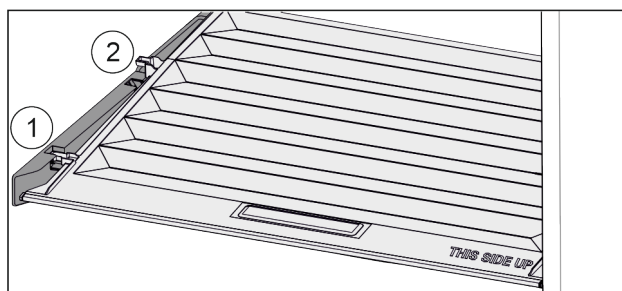

Fig. 81
- ▶ Poklopac do otvora u pridržnim dijelovima povucite prema naprijed Fig. 81 (1).
- ▶ Podignite ga odozdo sa stražnje strane i izvadite prema gore Fig. 81 (2).